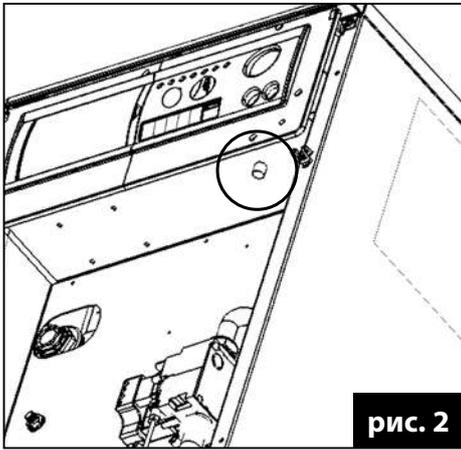

рис. 2
- * нажать кнопку, расположенную на термостате, который контролирует правильный выброс газов (рис. 2)